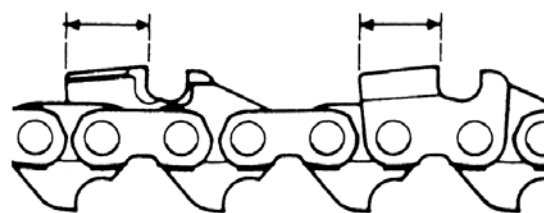

Рис. 4-6
5) Поддерживать одинаковую длину всех режущих инструментов. (Рис. 4-6)